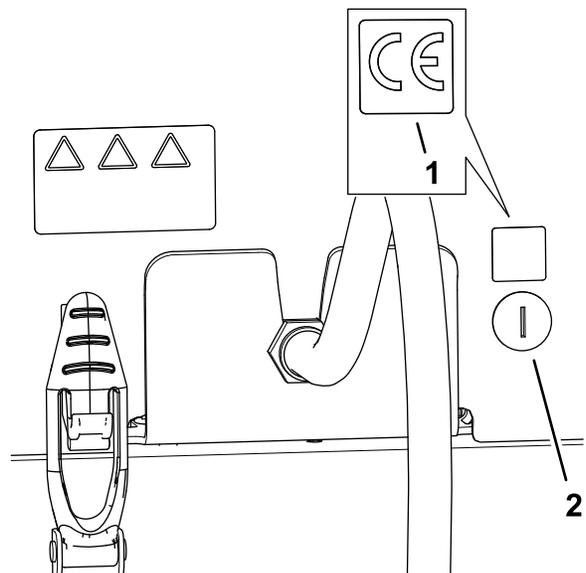

Bild 37
- Verwenden Sie Reinigungsalkohol und einen sauberen Lappen, um den Bereich der Haube neben dem Haubenriegel zu reinigen, und lassen Sie die Haube trocknen (Bild 37).